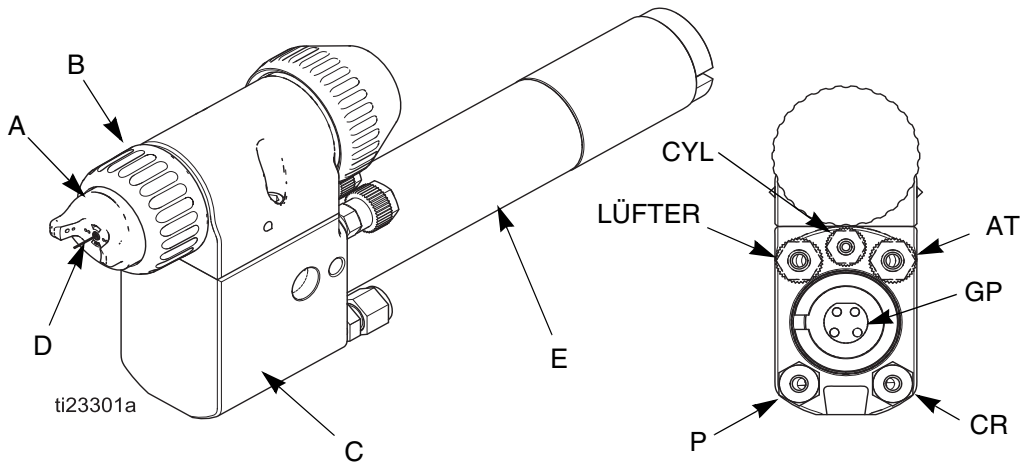

ABB. 1. Übersicht der Pistole mit rückseitiger Befestigung
Die automatische elektrostatische Spritzpistole arbeitet ähnlich wie eine herkömmliche Spritzpistole. Zerstäuber- und Gebläseluft treten aus der Luftkappe (A) aus. Siehe ABB. 1, Seite 8.
Der Regler versorgt den Hochspannungserzeuger (E) mit Strom und dieser erhöht die Spannung auf den am Regler eingestellten Spannungspegel. Die Elektrostatik gelangt in den Verteiler (C) und wird zur Pistolenelektrode (D) geleitet. Das Material wird durch die Elektrode der Spritzpistole elektrisch aufgeladen. Das aufgeladene Material wird zum nächstliegenden geerdeten Objekt hingezogen und beschichtet dabei alle Oberflächen gleichmäßig. Siehe ABB. 1, Seite 8.